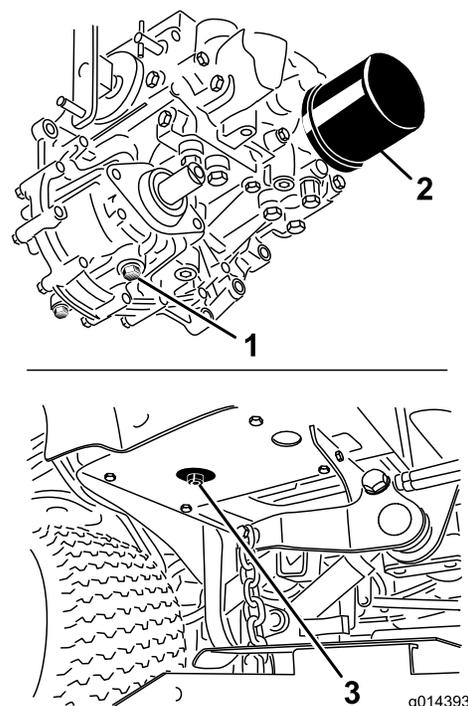

Figura 41
4. Pulite attorno al filtro dell'olio idraulico e rimuovete il filtro (Figura 41).
3. Mettete una bacinella grande sotto il serbatoio idraulico e la scatola della trasmissione, togliete i tappi e lasciate defluire tutto il fluido idraulico (Figura 41).